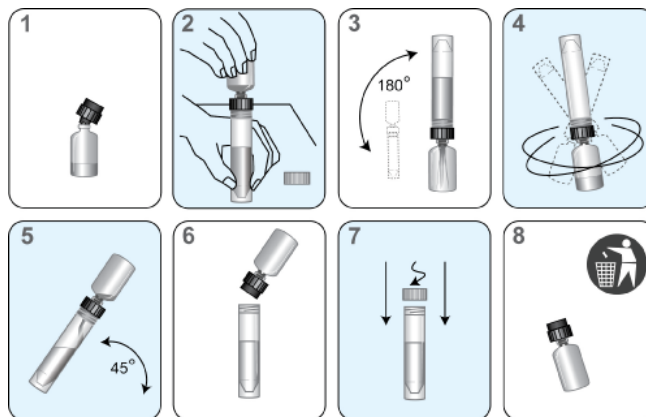

Figura 1. Proceso de reconstitución del Panther System
- c. Abra el vial del reactivo liofilizado e inserte con firmeza el extremo ranurado de la anilla de reconstitución en la abertura del vial (Figura 1, paso 1).
- e. Mientras sostiene el frasco con la solución de reconstitución sobre la mesa, inserte firmemente el otro extremo de la anilla de reconstitución en la abertura del frasco (Figura 1, paso 2).
- f. Invierta lentamente el conjunto de los frascos. Deje que la solución pase del frasco al vial de vidrio (Figura 1, paso 3).
- g. Agite para mezclar bien la solución en el vial de vidrio (Figura 1, paso 4).
- h. Espere a que el reactivo liofilizado pase a la solución y, a continuación, invierta de nuevo el conjunto de los frascos, inclinándolo a un ángulo de 45° para reducir al mínimo la formación de espuma (Figura 1, paso 5). Deje que todo el líquido regrese a la botella de plástico.
- i. Retire la anilla de reconstitución y el vial de vidrio (Figura 1, paso 6).
- j. Tape la botella de plástico. Registre las iniciales del usuario y la fecha de reconstitución en la etiqueta (Figura 1, paso 7).
- k. Deseche la anilla de reconstitución y el vial de cristal (Figura 1, paso 8).